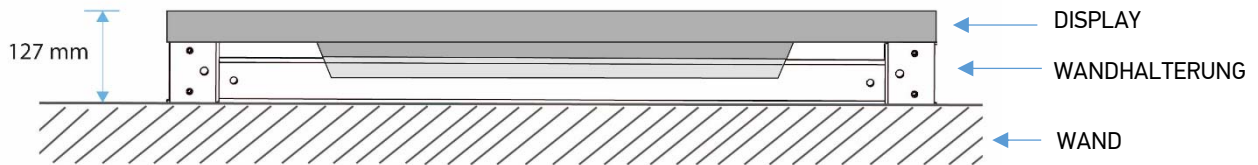
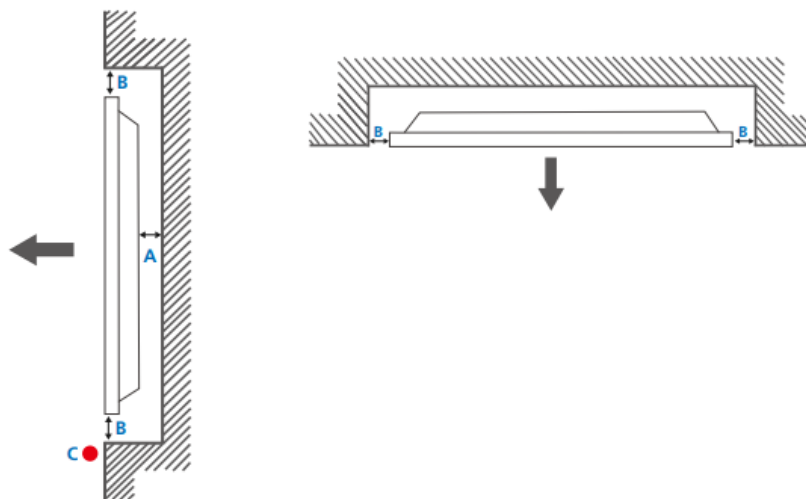

Abbildung 4 – Wandabstand
Abbildung 5 - Wandeinbau
Bitte beachten Sie bei der Montage, dass die Luftzufuhr sowie die Lüftungsöffnungen nicht verdeckt werden. Der Abstand (A) von Wand zu Display muss mindestens 40 mm betragen. (Siehe Abbildung 4 – Wandabstand)
Die Mitgelieferte Wandhalterung stellt eine ausreichende Luftzufuhr sicher. Die Tiefe des Displays inkl. Wandhalterung beträgt 127 mm. (Siehe Abbildung 4 – Wandabstand)
Öffnen Sie hierzu mit einem TX15 Schraubendreher die Anschlussabdeckung am unteren linken Bildschirmrand. Stecken Sie das Kabel in den HDMI IN 1 Anschluss des Monitors. Führen Sie das Kabel aus der Dichtung hinaus und verschließen Sie die Abdeckung wieder. Vergewissern Sie sich, dass alle Dichtungen korrekt abschließen. (Siehe Abbildung 4 - Bilder 1-5 sowie Abbildung 5)